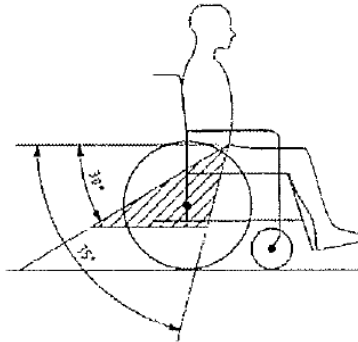

Abb. 4
Diese Stellen sind am Rollstuhl mit einem Symbol markiert. (Abb. 4)
11. Diese Stellen sind am Rollstuhl mit einem Symbol markiert. (Abb. 4)